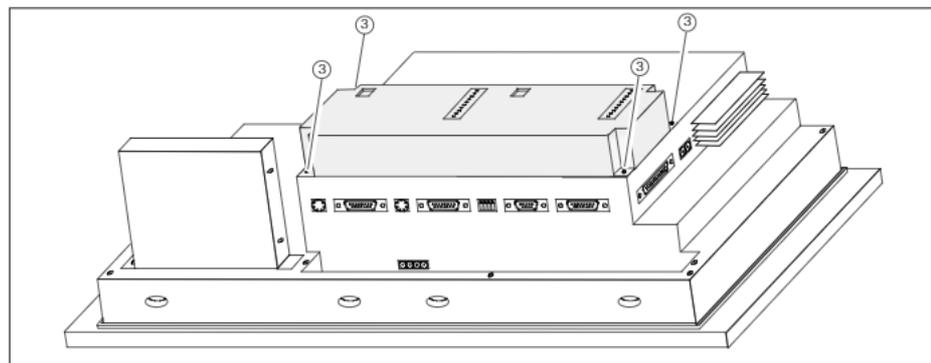

Figura 5-6 Il fissaggio del modulo di tasti diretti all'OP
- Fissare all'OP il modulo di tasti diretti con le quattro viti disponibili ③ (vedi figura 5-6).